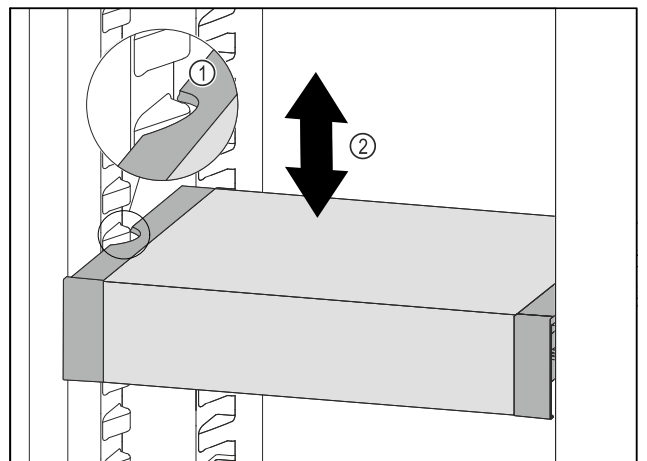

Fig. 88
- ▶ Húzza előrefelé a VarioSafe fiókot annyira, hogy a VarioSafe oldalsó kivágásai a hűtőrészben a tartóborða magasságában legyenek. Fig. 88 (1)
- ▶ A hűtőrészben a VarioSafe fiókot mozgassa felfelé vagy lefelé a kívánt magasság eléréséig. Fig. 88 (2)